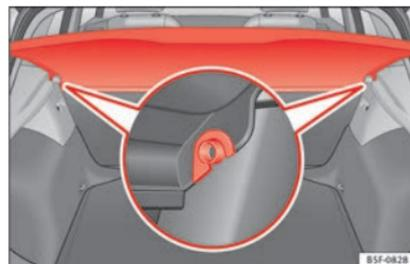

Abb. 164 Im Gepäckraum: Gepäckraumabdeckung aus- und einbauen.
- Drücken Sie die Abdeckung aus den Seitenhalterungen » Abb. 164 aus, indem Sie diese nach oben ziehen und herausnehmen.
- Führen Sie die Abdeckung horizontal ein, sodass das „Hufeisen“ über den Achsen der Halter » Abb. 164 liegt und drücken Sie die Abdeckung nach unten, bis sie einrastet.